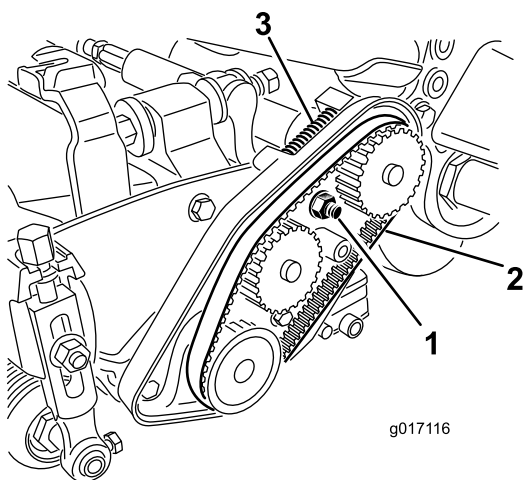

Bild 16
3. Lösen Sie die Mutter des Lagergehäuses (Bild 16).
5. Nehmen Sie den Riemen ab (Bild 16).
12. Stellen Sie sicher, dass die Druckfeder den Riemen spannt (Bild 16).